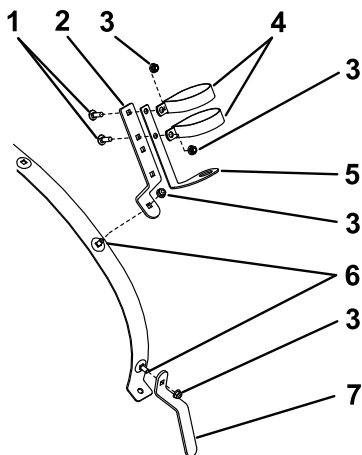

Figure 3
2. Montez le crochet de flexible inférieur comme montré à la Figure 3 à l'aide d'un boulon de carrosserie (5/16 x 3/4 po) et d'un écrou à embase (5/16 po).
3. Montez le crochet de flexible supérieur comme montré à la Figure 3 à l'aide d'un boulon de carrosserie (5/16 x 3/4 po) et d'un écrou à embase (5/16 po).
4. Assemblez le support de pistolet pulvérisateur sur le crochet de flexible supérieur, comme montré à la Figure 3.